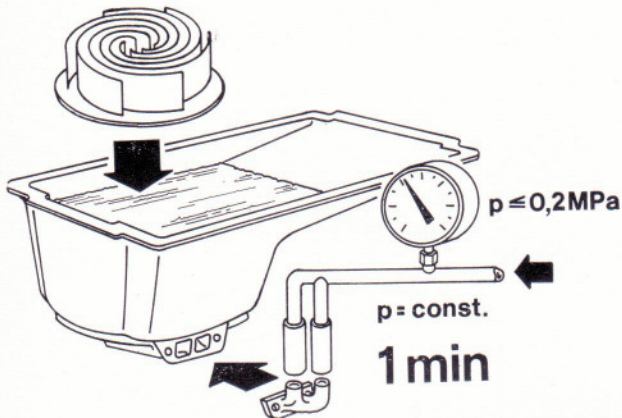

Bild 128
- Anschlüsse für Kühlmittelzufluß- und -abflußleitung an der Ölwanne mit einer Blindleitung, die über einen zusätzlichen Anschluß für Druckluft verfügt, verschließen (Bild 128).